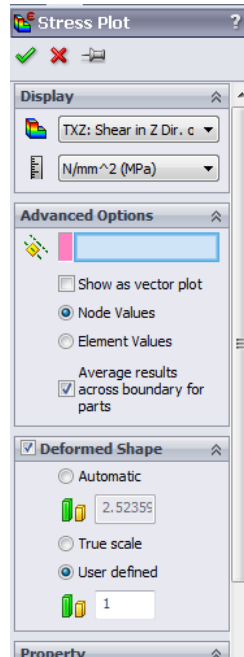

Рис. 3.2.8. Визначення налаштувань діаграми для відображення дотичних напружень
9. Перегляньте напруження на стику двох елементів. Зараз нас цікавлять дотичні напруження (shear stresses)/ Для цього потрібно відобразити дотичні напруження **TZX** у **глобальній системі координат**. Для цього виконайте налаштування діаграми напружень згідно рис. 3.2.8.